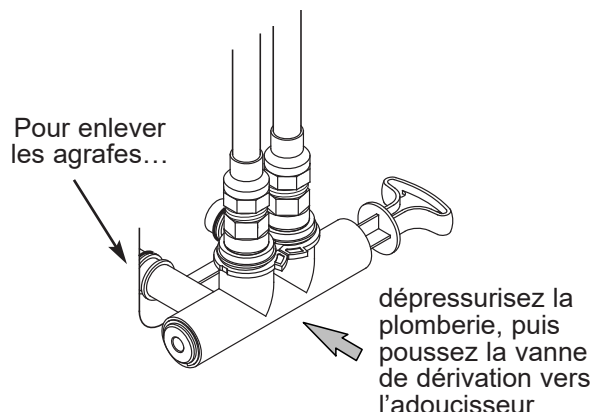

FIG. 15
- Vérifiez l'étanchéité des agrafes, à l'entrée et à la sortie de l'adoucisseur. Si l'une d'elles fuit, dépressurisez la plomberie (fermez l'arrivée d'eau et ouvrez les robinets) avant d'enlever l'agrafe. Lors du retrait des agrafes à l'entrée ou à la sortie de l'adoucisseur, poussez le corps de la vanne de dérivation vers l'adoucisseur (cf. Figure 15). Un retrait fautif risque d'abîmer les agrafes. Ne remettez pas une agrafe endommagée.